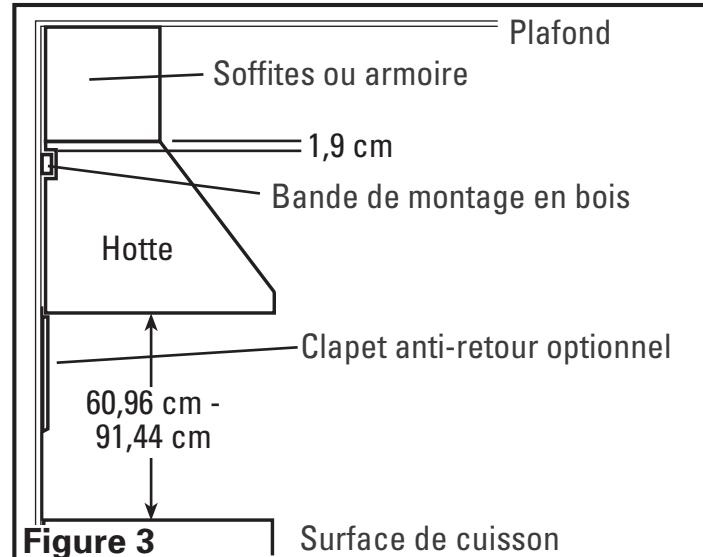

Figure 3
- Les mesures pour l'installation seront personnalisées à votre emplacement spécifique et dépendront de la hauteur exacte du plafond, de la distance de la surface de cuisson, de la hauteur de l'armoire ou du soffite, ainsi que d'autres facteurs et doivent être ajustées en conséquence. La hotte doit être montée à un minimum de 60,1 cm et à un maximum de 91,4 cm de la surface de cuisson (**Figure 3**).